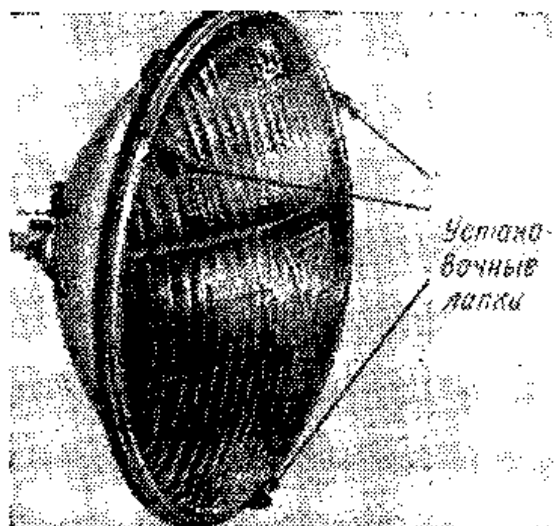

Рис. V.133. Фара — герметизированный оптический элемент
**Осветительная система автомашины.** Для обеспечения безопасности движения необходимо, чтобы на автомашине были установлены сильные фары и световые сигнальные устройства. Фары автомашины должны обеспечить достаточный световой поток, чтобы ночью при свете фар были хорошо различимы предметы, находящиеся в километре от машины. Кроме того у машины должны также быть задние фонари и стоп-сигналы. Фара представляет собой герметизированный оптический элемент (рис. V.133). Благодаря герметизации исключается попадание в фару грязи и влаги, а также предотвращается коррозия. Таким образом, излучаемый световой поток мало меняется в течение всего срока службы такого элемента. Герметизированный элемент содержит лампу с двумя спиралями, стеклянную линзу и отражатель.